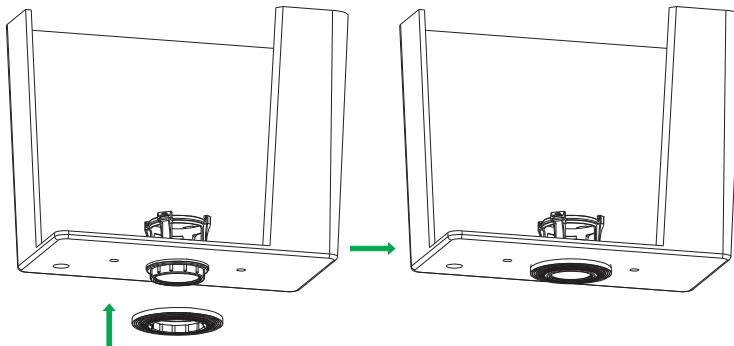

Рис. 14 / 14-сур.
- Установите резиновую прокладку с наружной стороны дна бачка, как показано на рис. 14.